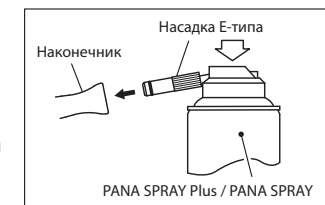

Рис. 5
■ Спрей PANA-SPRAY Plus / PANA-SPRAY (Рис. 5)